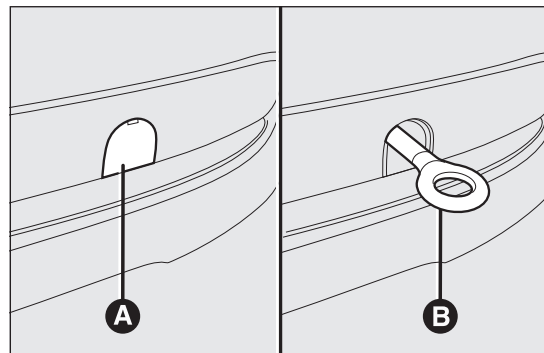

fig. 132
- prelevare l'anello di traino B fig. 132 dalla propria sede nel supporto attrezzi;